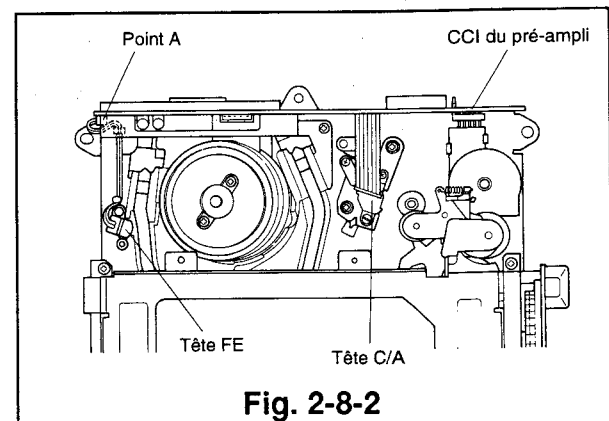

Fig. 2-8-2
- 4) Déconnecter le câble plat (point A) relié à la Tête FE. (Se référer à la Fig. 2-8-2.)
- 4) Connecter le câble plat, relié à la tête FE, au point A. (Se référer à la Fig. 2-8-2.)